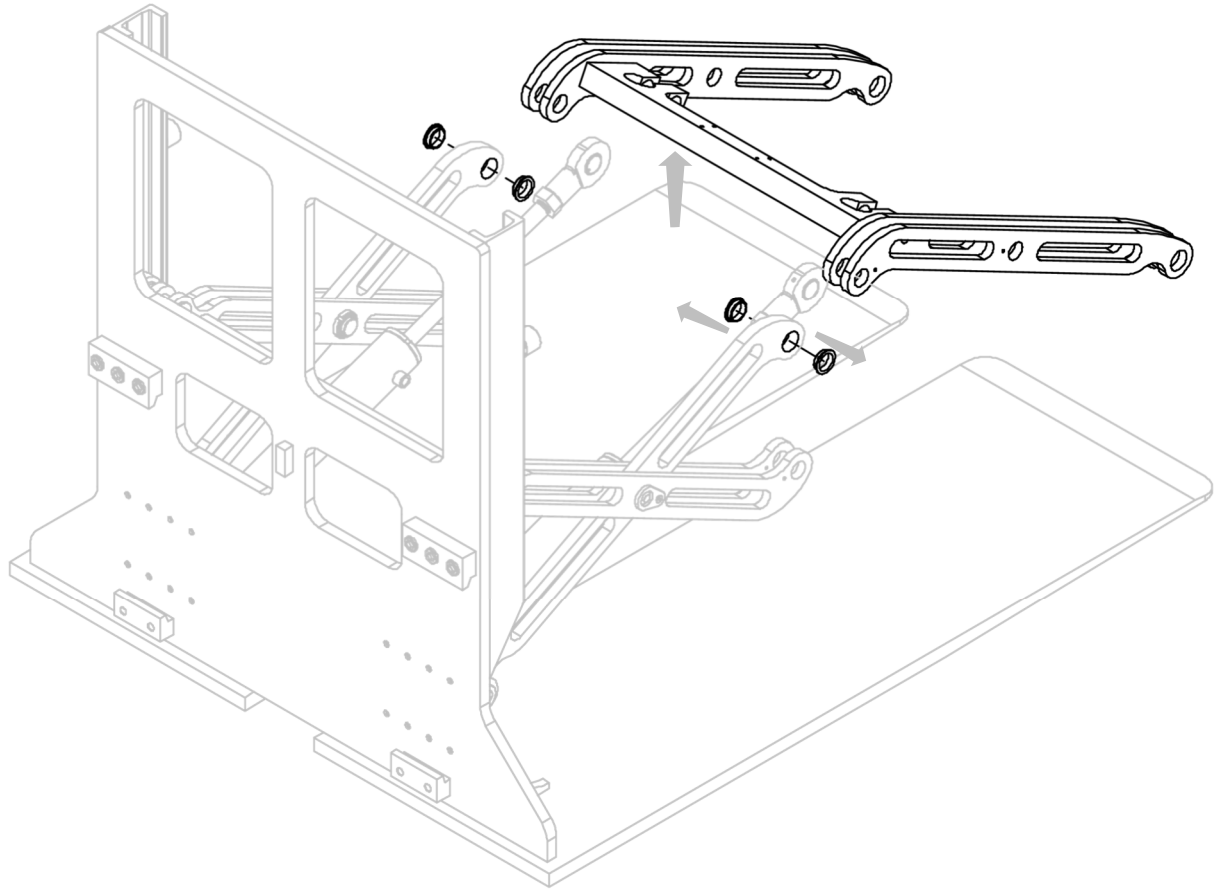

Figura 23
6. Extraer el par de brazos del equipo, con los casquillos de oscilación correspondientes (ver *Figura 23*).